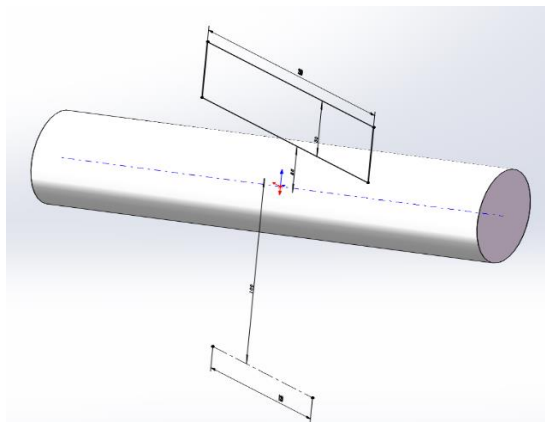
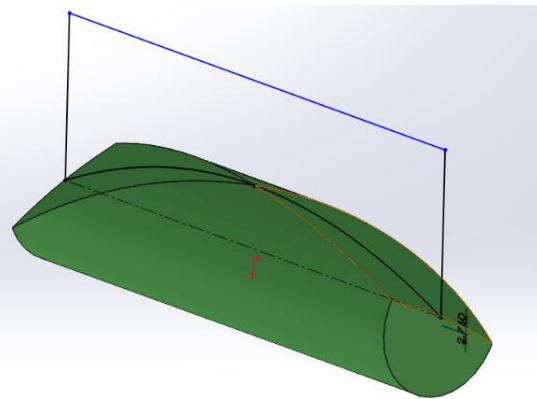
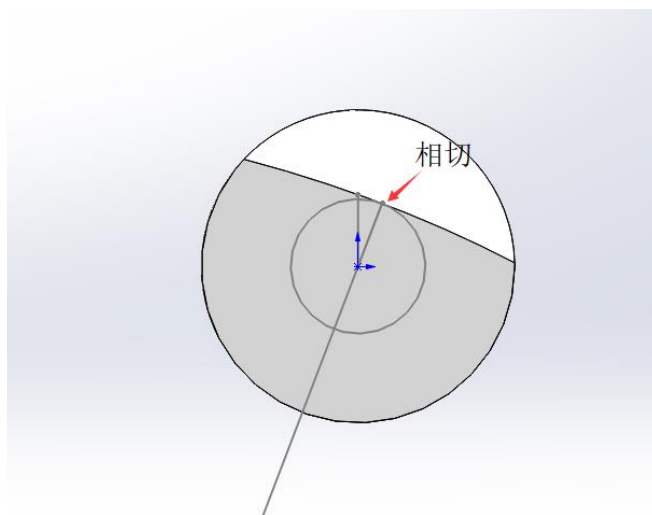

图 2
图 3
图 4
2、寻找半径最好的方法就是运用麦克纳姆轮的特性构建实体模型，从中寻找扫描曲线。在这里我所使用的是 SolidWorks 建模软件，如图 2 所示，先建立一个长圆柱体，以与之成 $45^\circ$ 的基准面构建麦轮旋转体草图，将其沿外切得到如图 3 所示模型。
之前在论坛上找到一个麦轮模型，打开发现小胶轮母线直接采用图 3 模型与过轴线和最高点的平面的相交线，其实质是错误的，正确的取法应该是：正视端面，如图 4 所示，过端面外圆圆心画与切除轮廓线相切的圆，此圆方才是小胶轮在该端面处的截面圆，相对于之前的曲面与平面直接相交形成的半径小。当然，如果只是做小模型麦轮，之前的那种近似方法也是可以使用的，建模方法简单，只是建模步骤较为繁杂，个人并不喜欢，至于为何是相切圆我就不阐述了，读者自己细想便能明白。
**证明：**一个圆柱体斜切后，切面形状为椭圆，如图 2 所示，沿 $45^\circ$ 切割圆柱后，横截面椭圆方程为 $\frac{x^2}{2} + y^2 = R^2$ 。